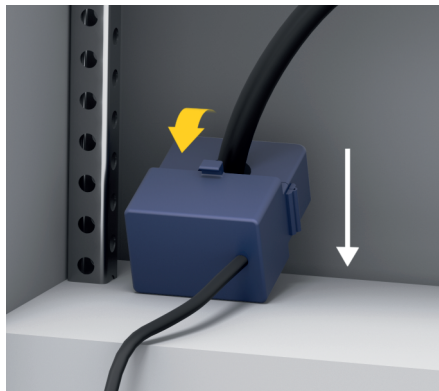

Abb. 15: Einbaubeispiel Stromsensor
- ▶ Messrichtung des Sensors beachten (Abb. 15, weißer Pfeil).
- ▶ Einbauort mit geradem Leitungsverlauf wählen und Messrichtung beachten (in **Pfeilrichtung zum Verbraucher**) (Abb. 15, weißer Pfeil).
- ▶ Installationsleitung in Stromsensor einlegen und Kappe des Stromsensors verschließen (Abb. 15, gelber Pfeil).